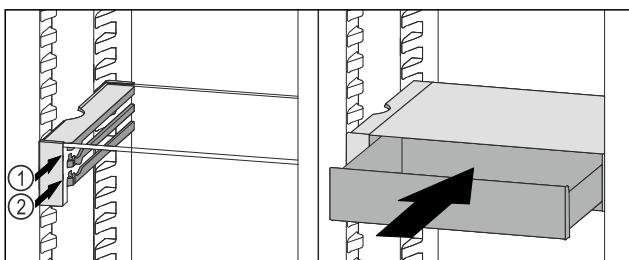

Fig. 136
- Predal VarioSafe namestite za zaustavljalnimi elementi na želeni nastavek Fig. 136 (1) ali Fig. 136 (2).